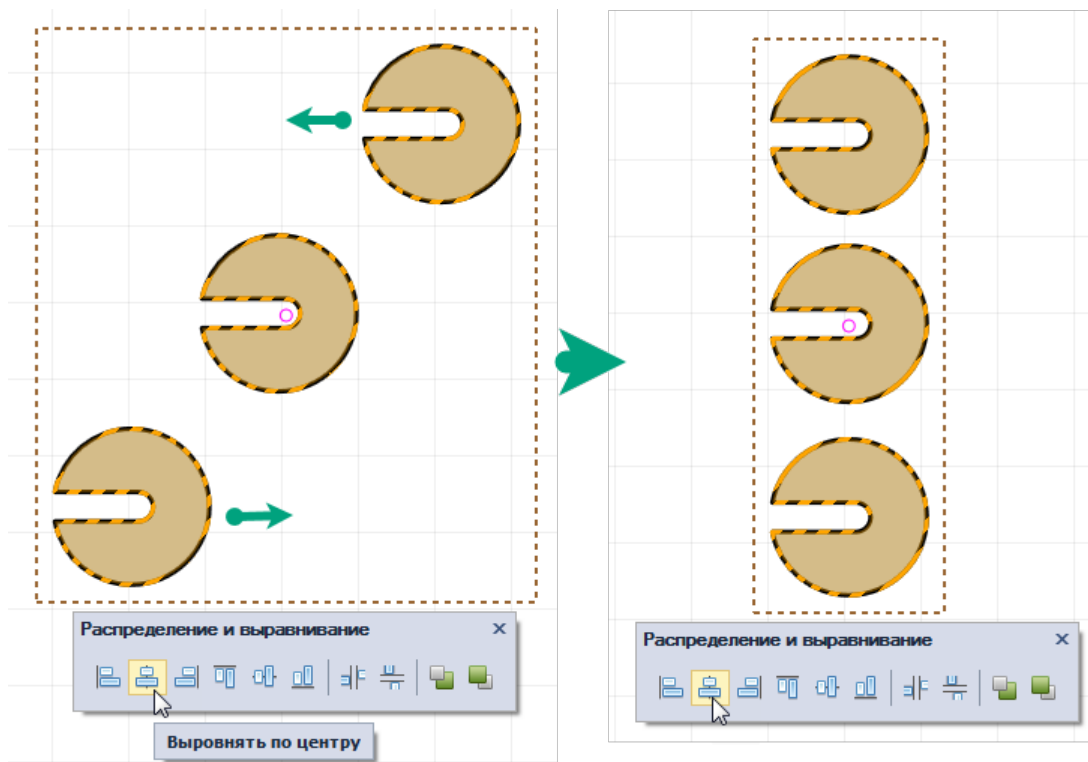

Рис. 451 Выравнивание по центру
- На панели «Распределение и выравнивание» выберите инструмент «Выровнять по центру», который обозначен символом , см. Рис. 451.